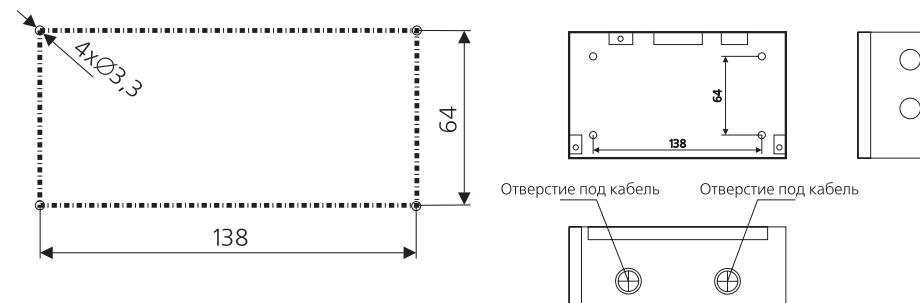

Рис. 8.3
8.2.3 При установке пульта в шкаф управления необходимо просверлить 4 отверстия в стене через установочную пластину, в соответствии с размерами указанными на Рис. 8.3.